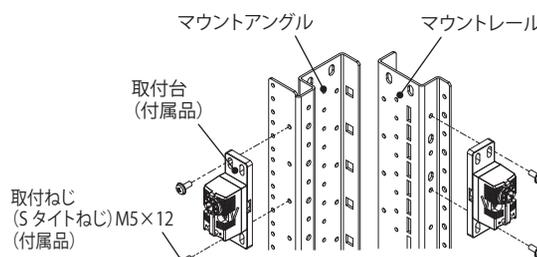

図 3
2. 付属の取付ねじ(Sタイトねじ)M5×12にて、マウントアングル・マウントレールのねじ穴に締め付けてください。(図 3, 4)